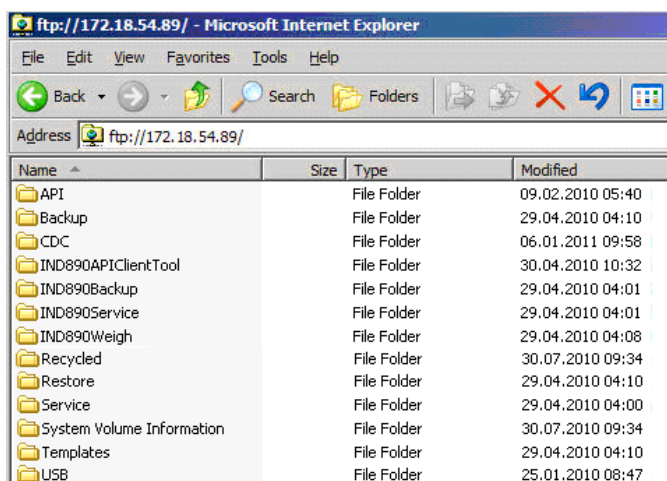

Figure B-8 : Fenêtre FTP d'Internet Explorer
3. Explorer affiche alors la structure du répertoire du terminal IND900 (Figure B-8).